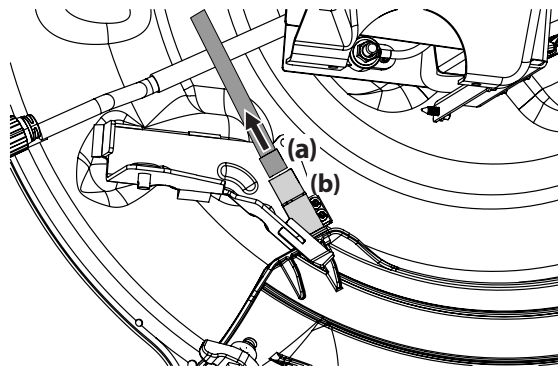

Figure 21
6. Débranchez le connecteur (a) de l'interrupteur de sécurité (b) à l'arrière de l'ouverture du déflecteur d'éjection. Voir Figure 21.
3. Branchez le connecteur (a) dans l'interrupteur de sécurité à l'arrière de l'ouverture du déflecteur d'éjection. Voir Figure 21.
NOTE : Assurez-vous de rebrancher correctement le connecteur à l'interrupteur de sécurité comme indiqué à la Figure 21, sans cela l'appareil ne fonctionnera pas.